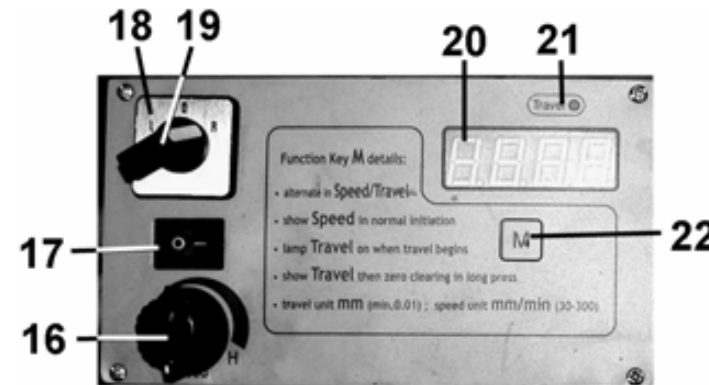

Рис. 8
8. ПОДГОТОВКА К РАБОТЕ (Рис. 8)
9. ОРГАНЫ УПРАВЛЕНИЯ И КОНТРОЛЯ (Рис. 8)